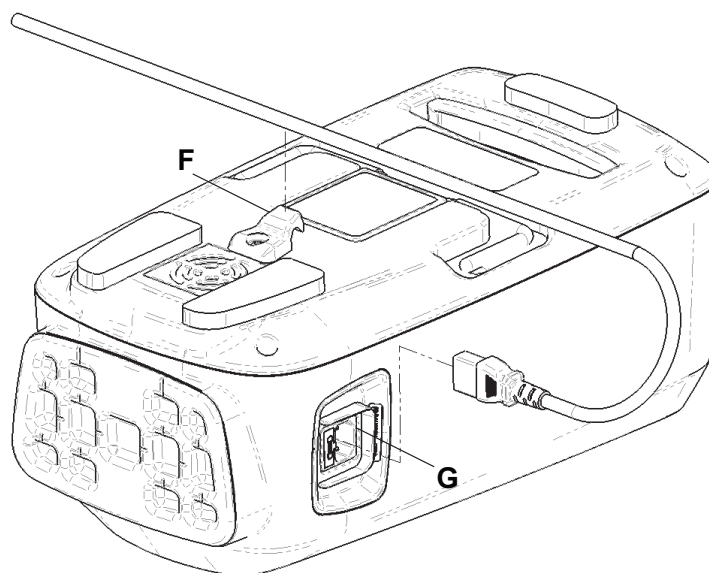

Figure 4 – Insérer le cordon d'alimentation
5. Retirer et conserver la porte d'accès au filtre à air (D).
6. Retirer et jeter le filtre à air (E).
7. Installer le filtre à air fourni (E).
9. Insérer le cordon d'alimentation sous la poignée flexible de rétention du cordon d'alimentation (F) (Figure 4).
10. Rebrancher le cordon d'alimentation dans la pompe (G) (Figure 4).